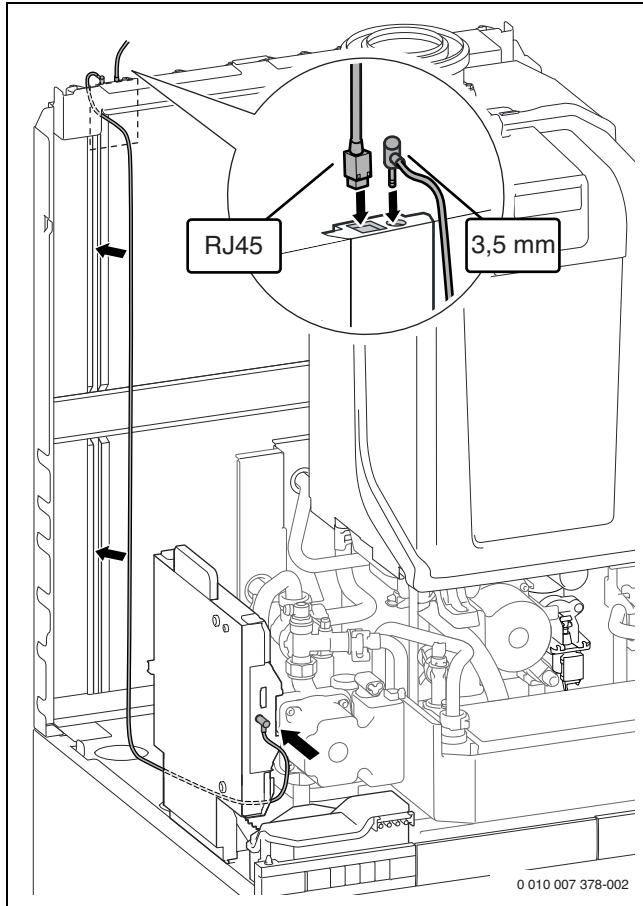

Bild 182 Anschluss und Verlegung des Kabels an Buderus Logamatic web KM100
- Kabel für den Anschluss von Buderus Logamatic web KM100 aus dem Lieferumfang entsprechend Bild 182 verlegen und anschließen.